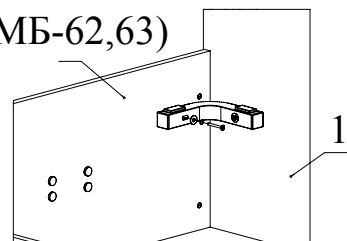

Рис. 10
10. Таким же способом установите Полки МР-6-112 на детали 1, 2 (Рис.10).